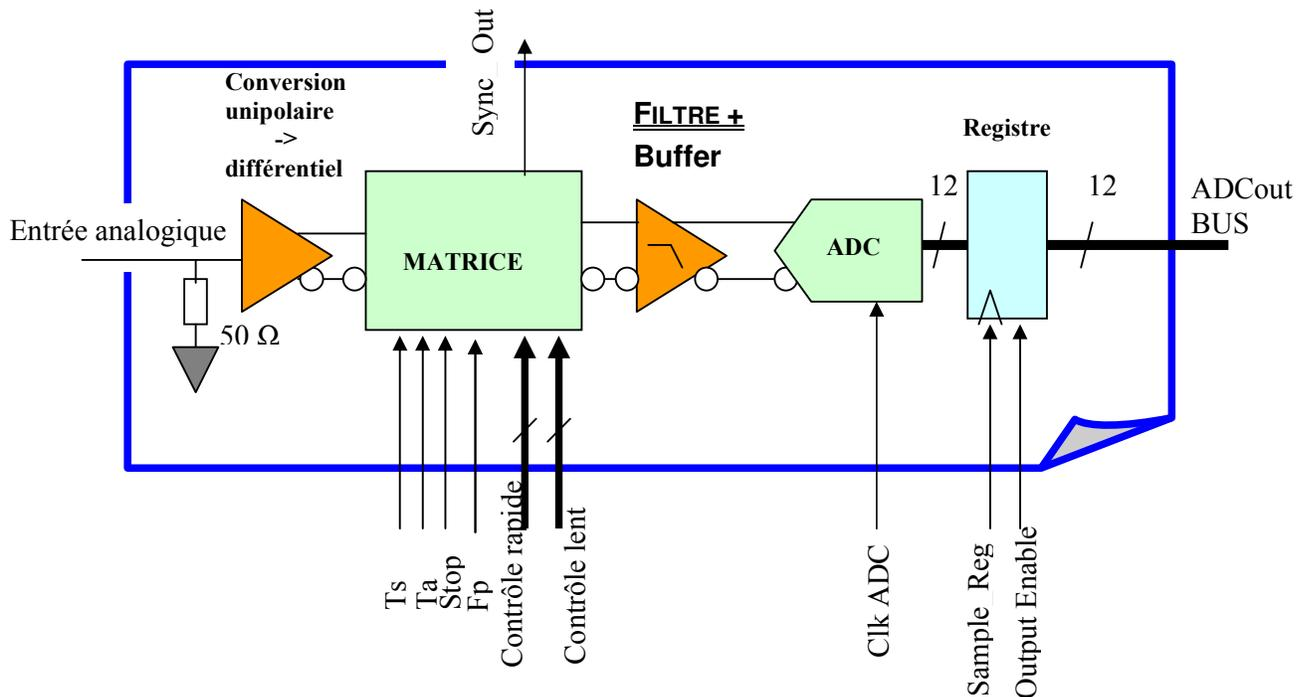

Fig 10 : Synoptique d'un canal d'acquisition de la carte MATAcq.
- Les 4 canaux d'acquisition et de numérisation rapides (synoptique d'un canal en Fig 10).
Le bloc élémentaire d'acquisition analogique est représenté en Fig 10. Il comprend :